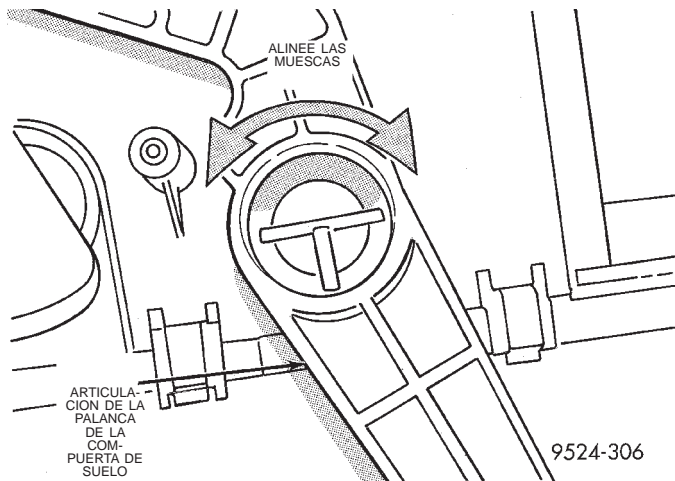
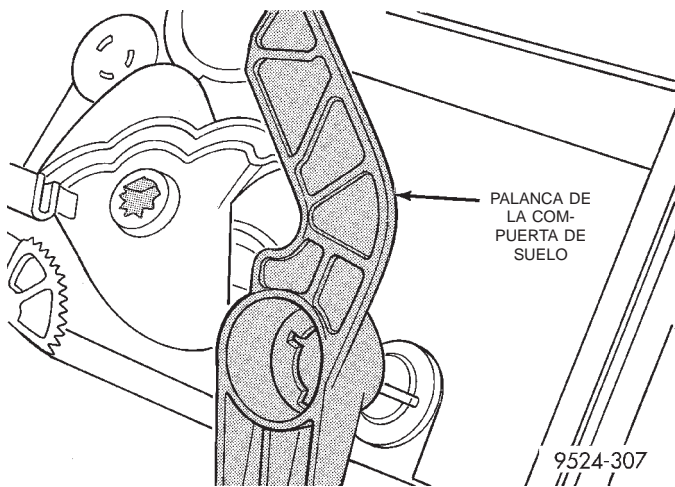

Fig. 99 Alineación de las muescas
Fig. 100 Desmontaje de la articulación de la palanca
(29) Gire la articulación de la palanca de la compuerta de suelo hasta que se alinee con las muescas que tiene en su superficie (Fig. 99). Retire la articulación de la palanca de la compuerta de suelo (Fig. 100).